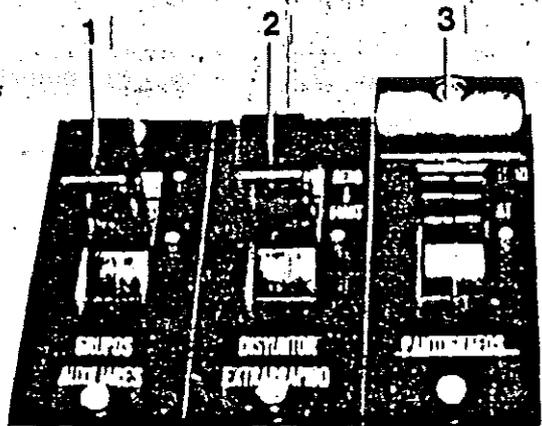

Figura 17 Interruptor de mando en la cabina del maquinista P 1,2
- Conectar el interruptor de mando del pantógrafo (Figura 17/3)
- Conectar el interruptor de mando para el disyuntor extrarrápido (Figura 17/2):
- Conectar el interruptor de mando de servicios auxiliares (Figura 17/1); los grupos convertidores, compresor principal y bombas de vacío arrancarán.